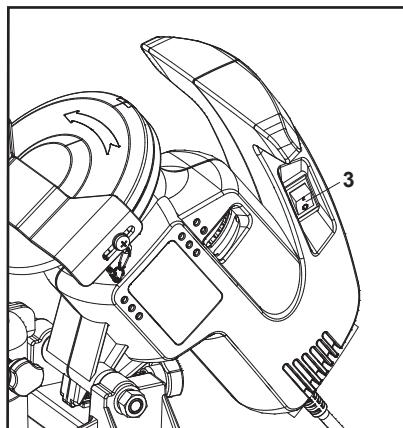

Fig. 9
1. Encienda el producto pulsando el interruptor de encendido/apagado (3) en la marca "I" (Fig. 9).
2. Apague el producto pulsando el interruptor de encendido/apagado (3) en la marca "O".